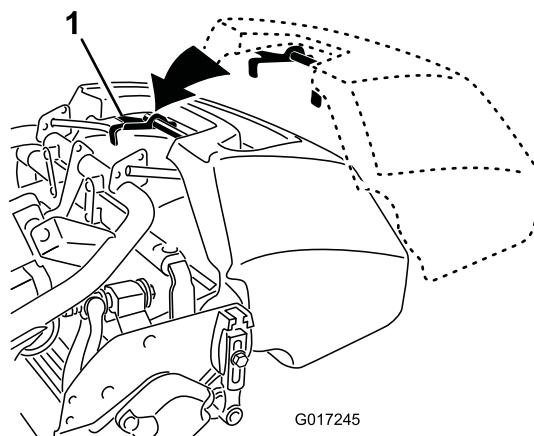

Bild 19
1. Fassen Sie den Fangkorb am Holm an (Bild 19).
2. Schieben Sie die Fangkorbblippe zwischen den Seitenplatten der Schneideinheit und über die Frontrolle ein (Bild 19).
3. Befestigen Sie die Fangkorbhaken über der Rahmenschleife (Bild 19).